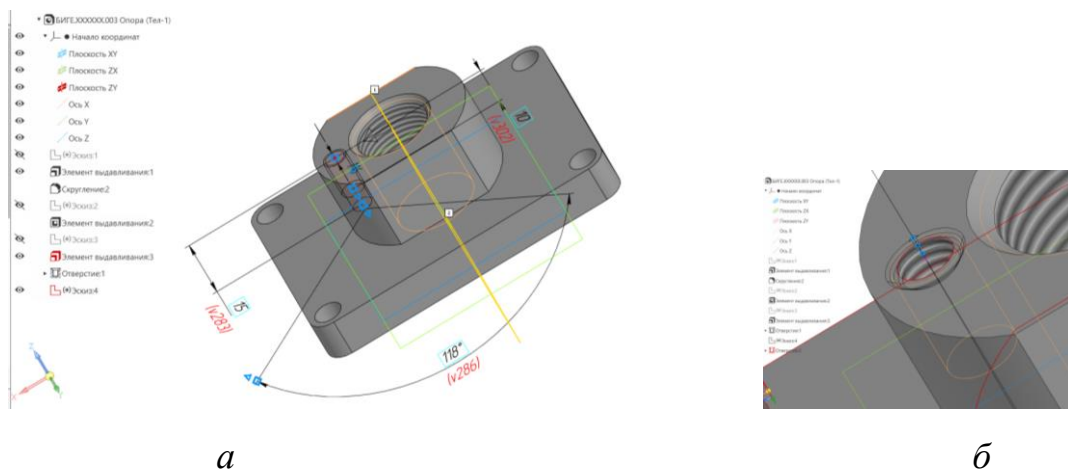

Рис. 24 Отверстие М6: *а* – параметры команды «Отверстие простое», *б* – команда «Фаска»
- **Твердотельное моделирование – Элементы тела – Отверстие простое**. Параметры операции Отверстие простое: поверхность – грань. Элемент выдавливания 3; точка привязки – начало координат; отверстие резьбовое – резьба метрическая с крупным шагом М6х1, правая; длина нарезания резьбы – 10 мм; глубина отверстия – 15 мм; дно отверстия – коническое, угол  $118^\circ$ . (рис. 24).
Параметры операции Фаска: объекты – ребро. Отверстие 2; способ построения – по стороне и углу 1 x 45° (см. рис. 24).